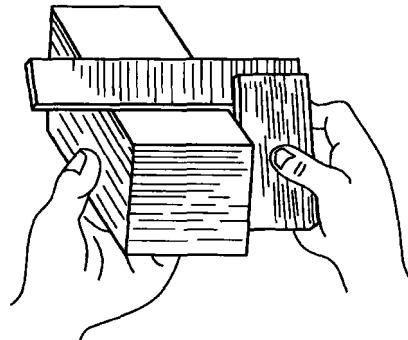

图 1-10 直角尺斜放
- 1) 检查垂直度时，直角尺不能斜放，如图 1-10 所示。否则，会得到不准确的测量结果。